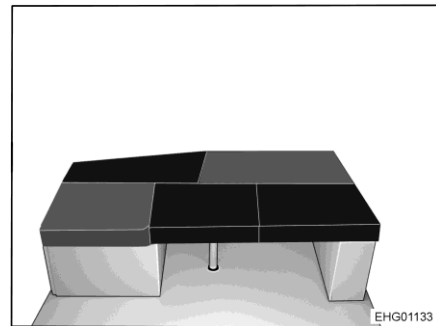

Bild 169 Efter ombyggnaden
- Placera ut tre extra dynor enligt Bild 169.